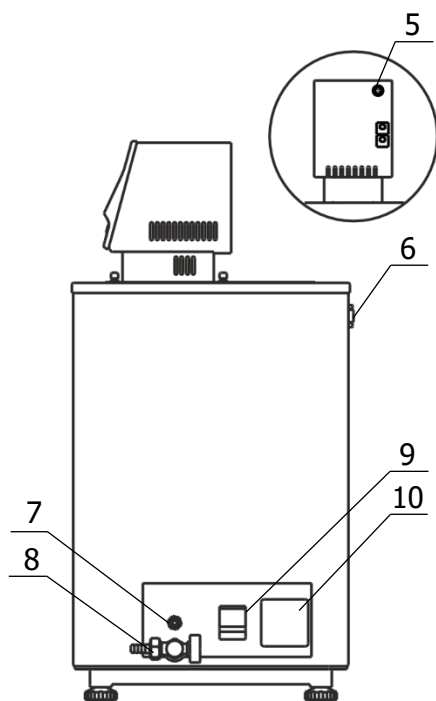

Рисунок 3 — Боковая панель термостата
2.2.5 К переливному штуцеру 7 (рисунок 3) присоединить гибкий шланг, второй конец которого опустить в емкость для сбора излишков теплоносителя объемом 1.5–2 литра.
2.2.7 Вставить вилку сетевого кабеля блока регулирования в розетку 10 (рисунок 3). Соединить кабелем из комплекта поставки блок регулирования (разъем 5) и холодильную машину (разъем 6). Сетевой кабель термостата подключить к питающей сети. Для этого в лабораторном помещении должна быть установлена электрическая розетка из комплекта поставки термостата.
2.2.9 При первом запуске термостата необходимо включить блок регулирования в режиме прокачки в соответствии с документом ТКЛШ 3.222.009-53 РЭ «Блоки регулирования температуры погружные циркуляционные М53 серии МАСТЕР». При работе циркуляционного насоса уровень теплоносителя в рабочей ванне поднимается, и теплоноситель начинает равномерно переливаться в основную ванну. При этом уровень теплоносителя в основной ванне падает, что может привести к срабатыванию защиты от недостаточного уровня теплоносителя. Доливать теплоноситель следует до момента начала слива из переливного штуцера 7 (рисунок 3).
2.4.2 Надеть сливной шланг из комплекта поставки на сливной кран 8 (рисунок 3) и закрепить его хомутом. Свободный конец шланга опустить в емкость для сбора теплоносителя объемом, превышающим объем термостата.